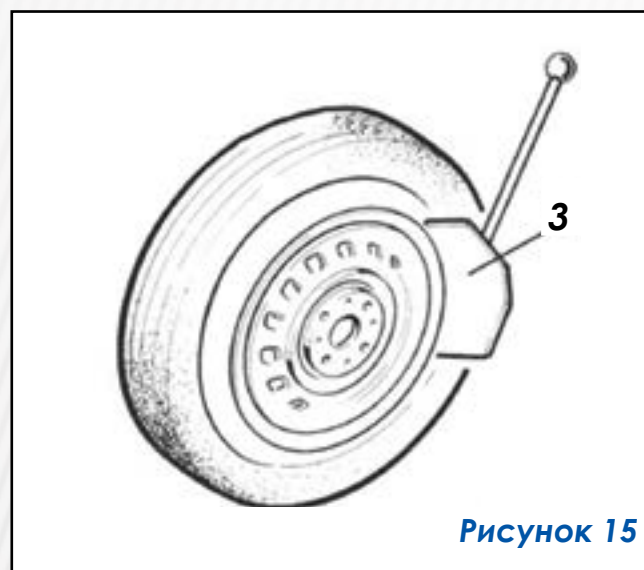

Рисунок 15
- Установите колесо на резиновый упор 2 (рисунок 15) боковины стенда.
- Приблизьте отжимную лопатку (3) к борту шины на расстоянии 1 см от закраины диска (рисунок 15). Следите за тем, чтобы лопатка опиралась на покрышку, а не на диск.
- Нажимая педаль (13), приведите в действие отжимную лопатку и спрессуйте борт шины с посадочной полки диска. При отрыве борта отпускайте педаль.